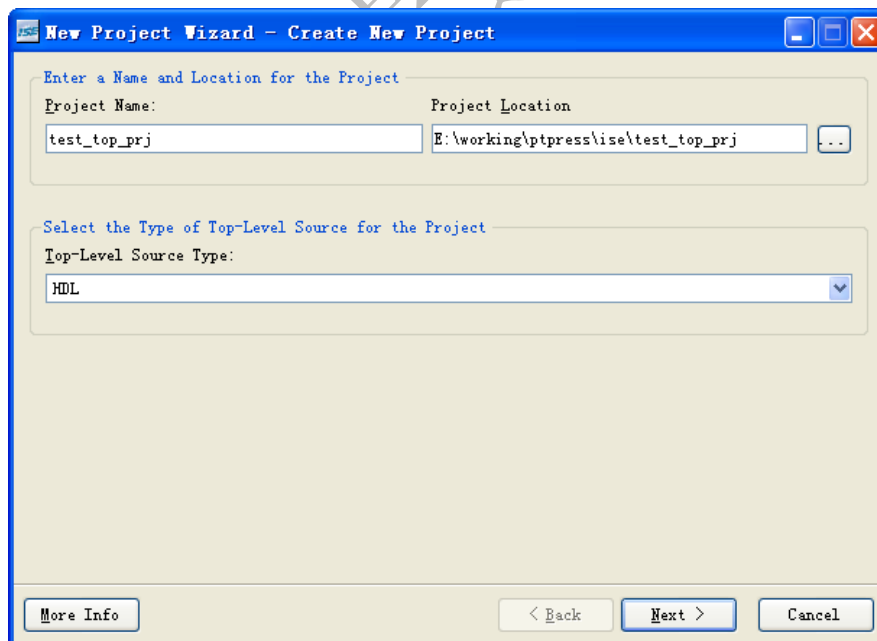

图 2.1 新建 ISE 项目
(1) 选择【File】/【New Project】，启动“Create New Project”对话框，如图 2.1 所示。在“Project Name”文本框中输入项目名称，在“Project Location”框中指定项目位置，在“Top-Level Source Type”下拉列表中指定顶层设计的类型，单击【Next】按钮。
(2) 在“Device Properties”对话框中，选择使用的 FPGA 器件的型号，选择需要使用的综合工具和仿真工具以及使用的硬件描述语言，单击【Next】按钮。
(3) 读者可以在建立好 ISE 项目以后再新建设计文件，所以这里单击【Next】按钮，直到“Project Summary”对话框出现，选择【Finish】按钮完成新建 ISE 项目。